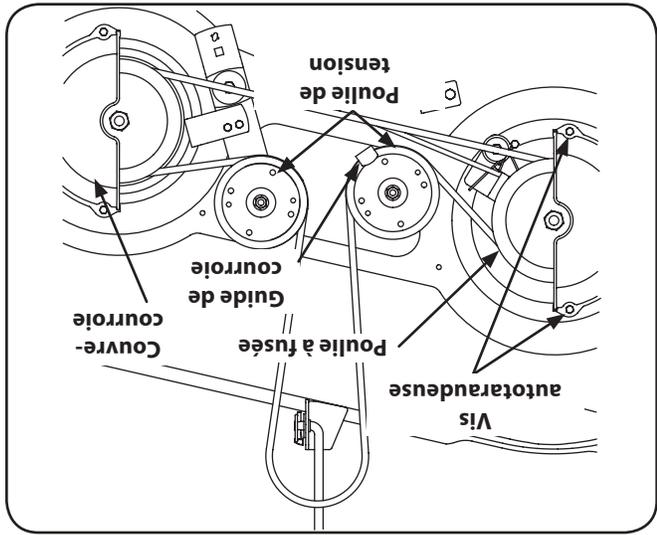

Figure 7-6
2. Retirez les couvre-courroies en enlevant les vis autoraranduses qui les maintiennent sur le plateau de coupe. Voir la Fig. 7-6.
4. Dégagez doucement la courroie du plateau de coupe des deux poulies à fusée et des deux poulies de tension du plateau de coupe. Voir la Fig. 7-6.